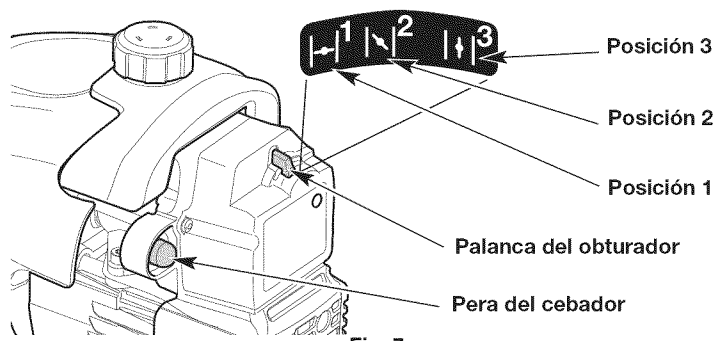

Fig. 7
3. Oprima y suelte despacio la pera del cebador **10 veces** (Fig. 7). Si no se ve combustible en la pera del cebador, oprima y suelte la pera hasta que se vea el combustible.
4. Mueva la palanca del obturador a la **Posición 1** (Fig. 7).
7. Siga apretando el control del regulador. Mueva la palanca del obturador a la **Posición 2** (Fig. 7).
10. Siga apretando el control del regulador. Mueva la palanca del obturador a la **Posición 3** (Fig. 7) y siga calentando el motor otros 60 segundos. La unidad se puede usar en este momento.
Si... el motor falla, mueva de nuevo la palanca del obturador a la **Posición 2** (Fig. 7) y siga calentándolo.